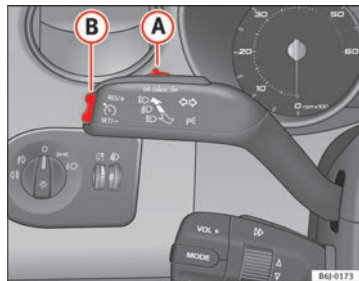

Fig. 112 Palanca de intermitentes y de luz de carretera: mando y tecla basculante para el regulador de velocidad
- Cuando se haya alcanzado la velocidad que se quiere programar, pulse brevemente la parte inferior de la tecla basculante **SET** ⇒ fig. 112 **(B)** una vez.